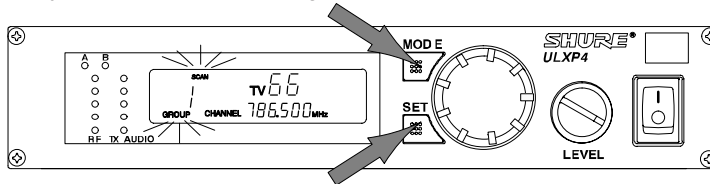

FIGURA 37
1. Mantenga oprimido el botón SET y oprima el botón MODE una vez. Las palabras GROUP (grupo) y SCAN (exploración) destellarán en la pantalla. Consulte la Figura 37.